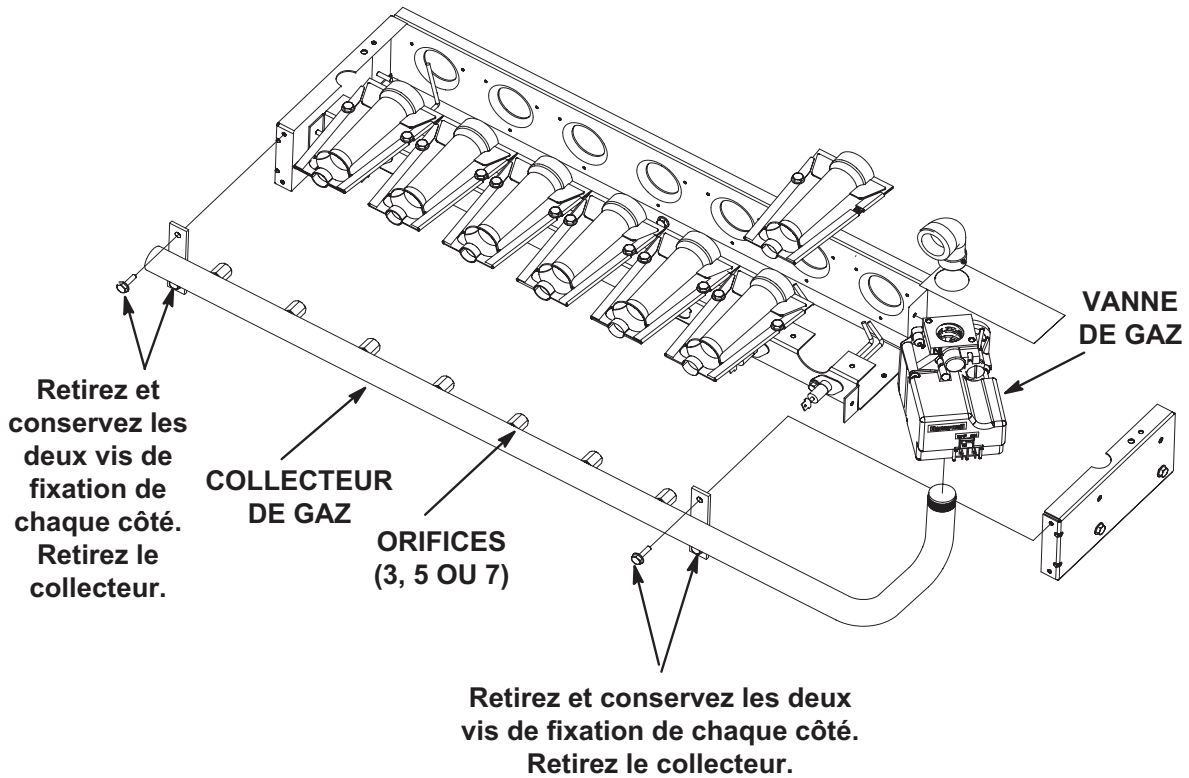

Figure 2
- 6 - Retirez et conservez les quatre vis de fixation du collecteur au boîtier des brûleurs. Retirez le collecteur. Reportez-vous à la Figure 2.